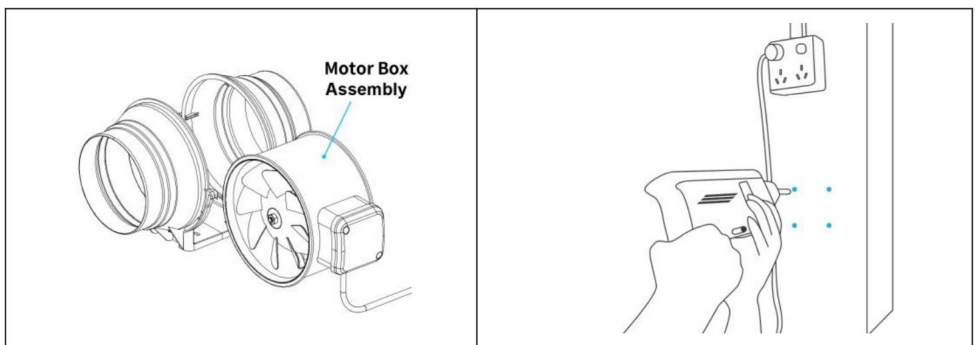

Fig.4.
4.Perfore cuatro agujeros en los lugares marcados. Asegúrese de que el área de montaje esté estructuralmente sólida y libre de obstrucciones. Consulte la (Fig.4.)